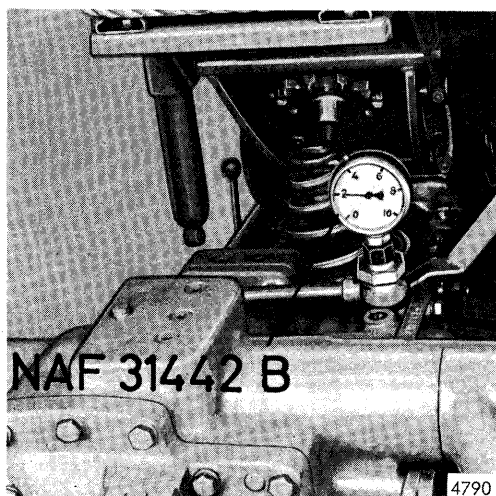

Fig. 46.
1. Tilslut et manometer med måleområde 0-10 kp/cm2 som vist i fig. 46.